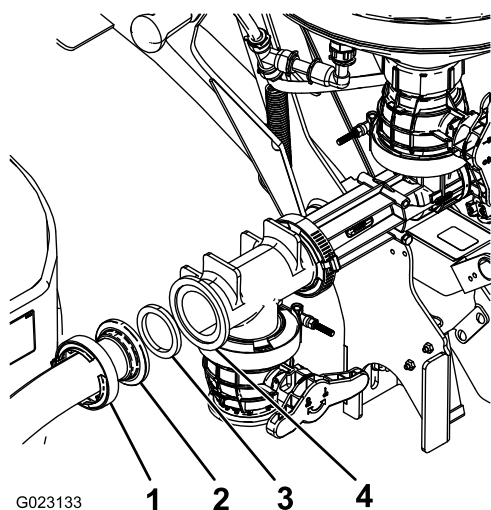

Figura 23
5. Instale a outra extremidade do tubo à abertura virada para a frente do misturador utilizando uma junta e um grampo de parafuso sem fim (Figura 23).